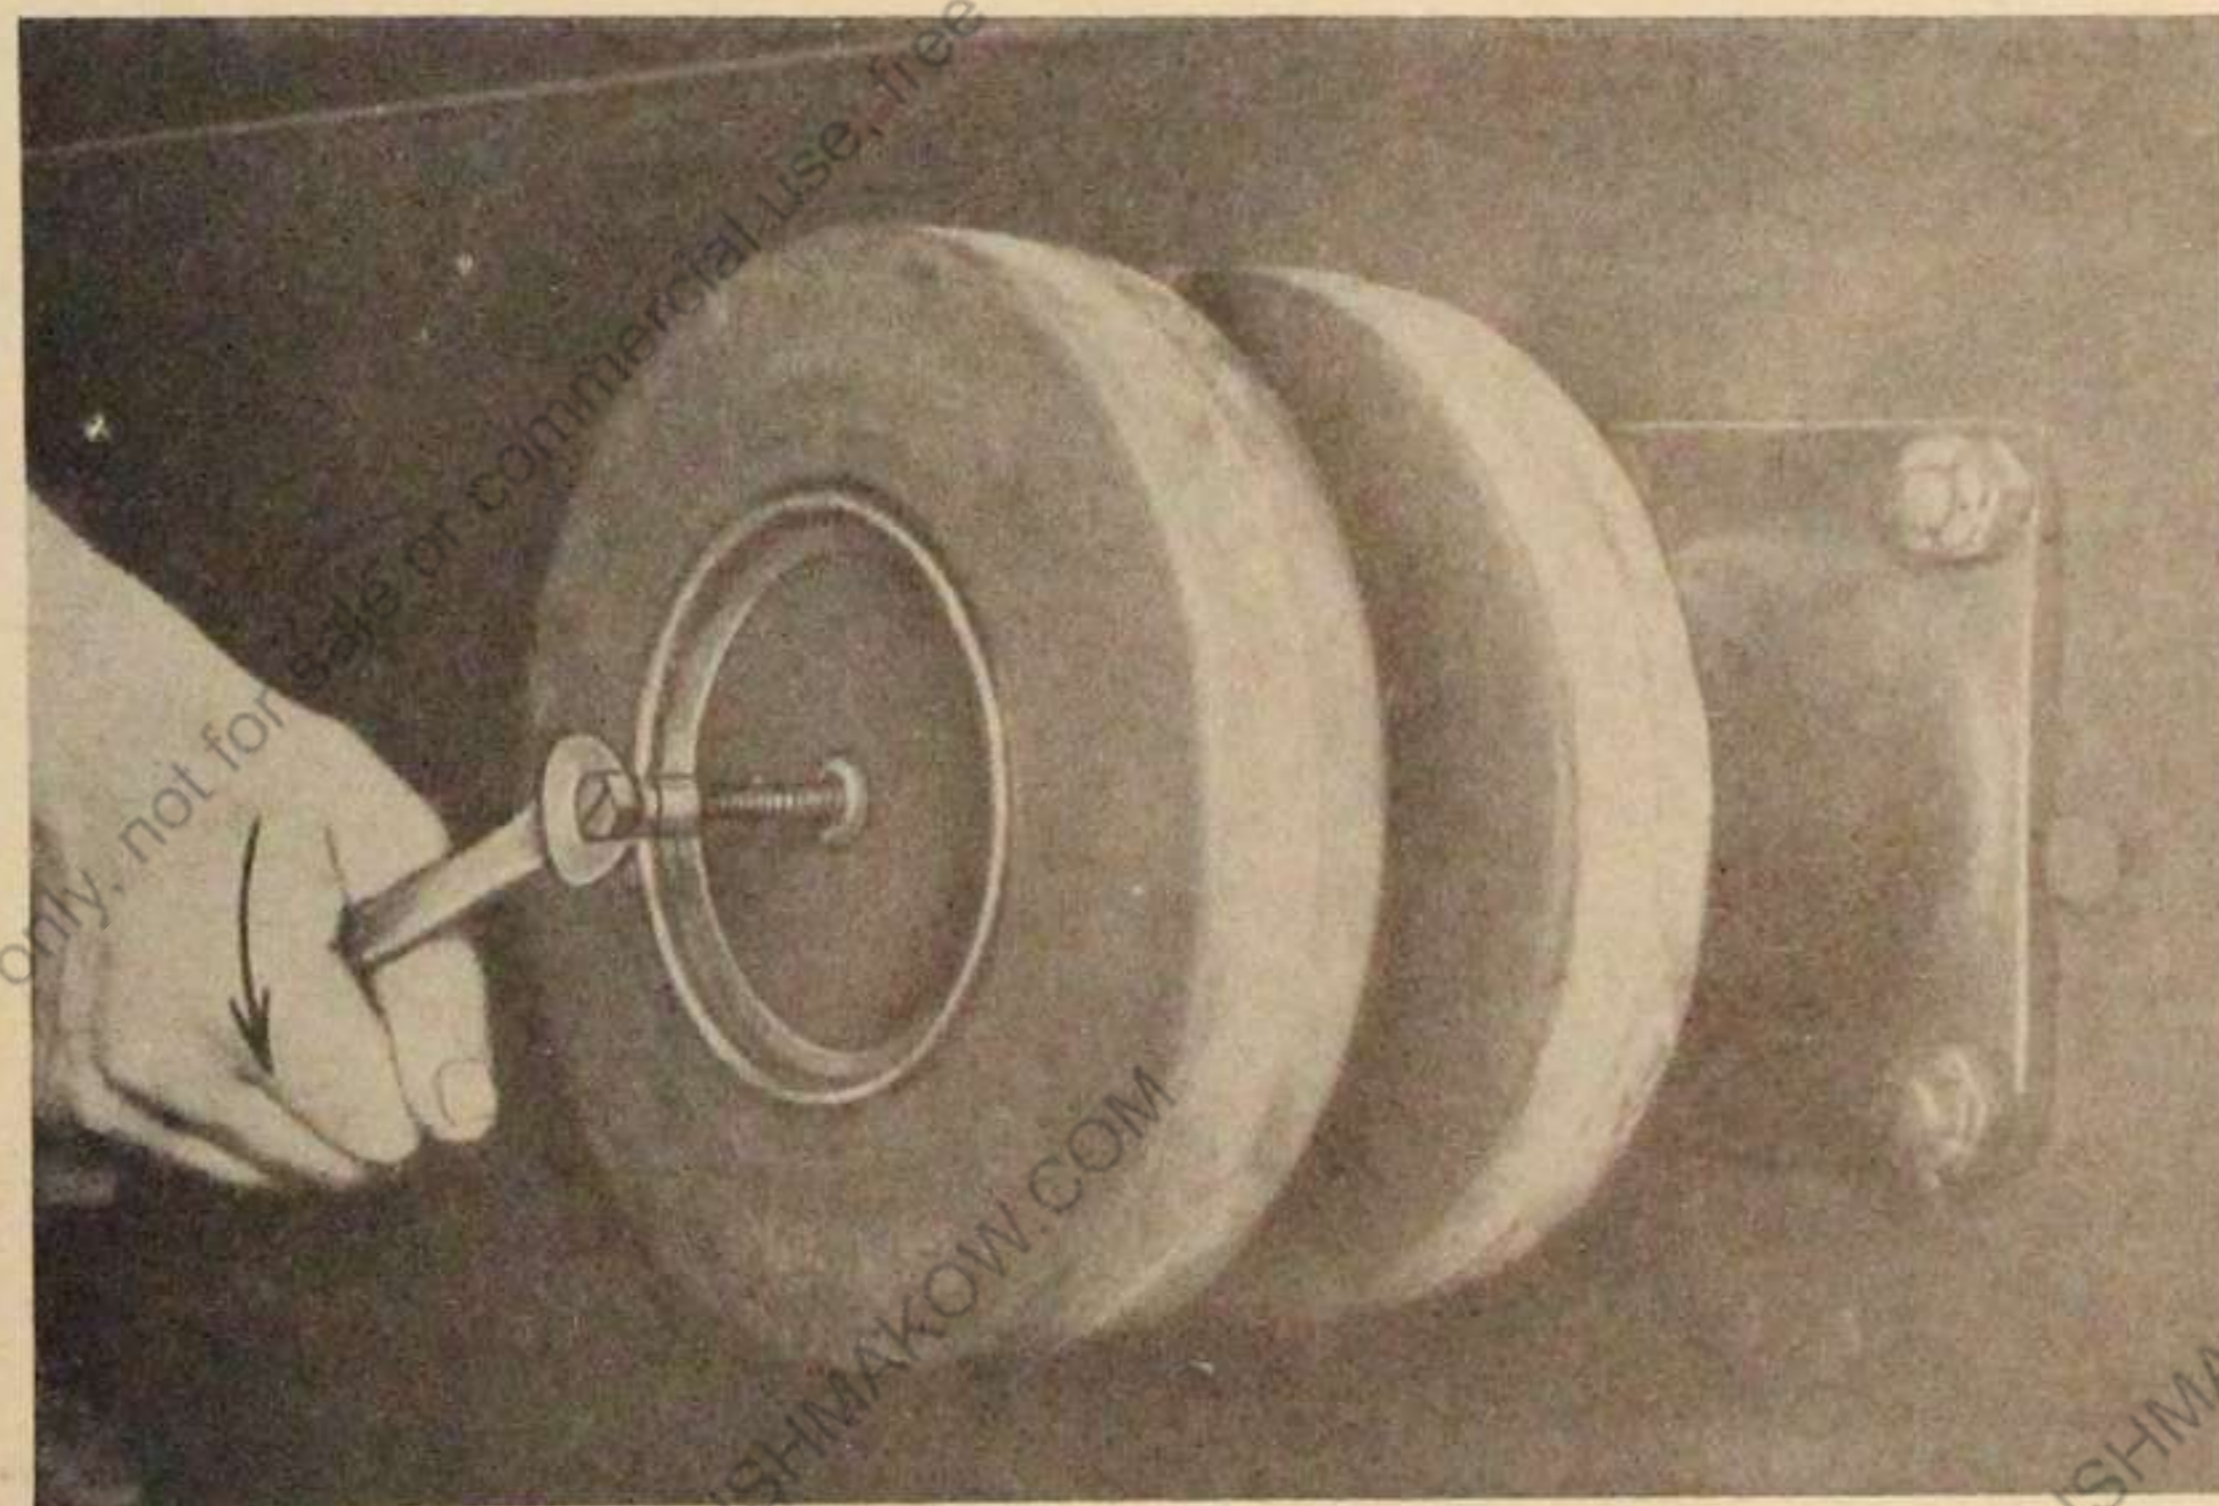

Bild 59
6. Vorderen Abschlußdeckel (63/2) mit Abdrückbolzen (57/1) und Maulschlüssel SW 12 aus dem Sitz der Stützrollennabe herausdrücken (Bild 59).